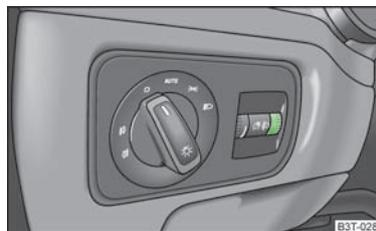

Fig. 36
- Rode o comando rotativo » Fig. 36 para o alcance dos faróis pretendido.